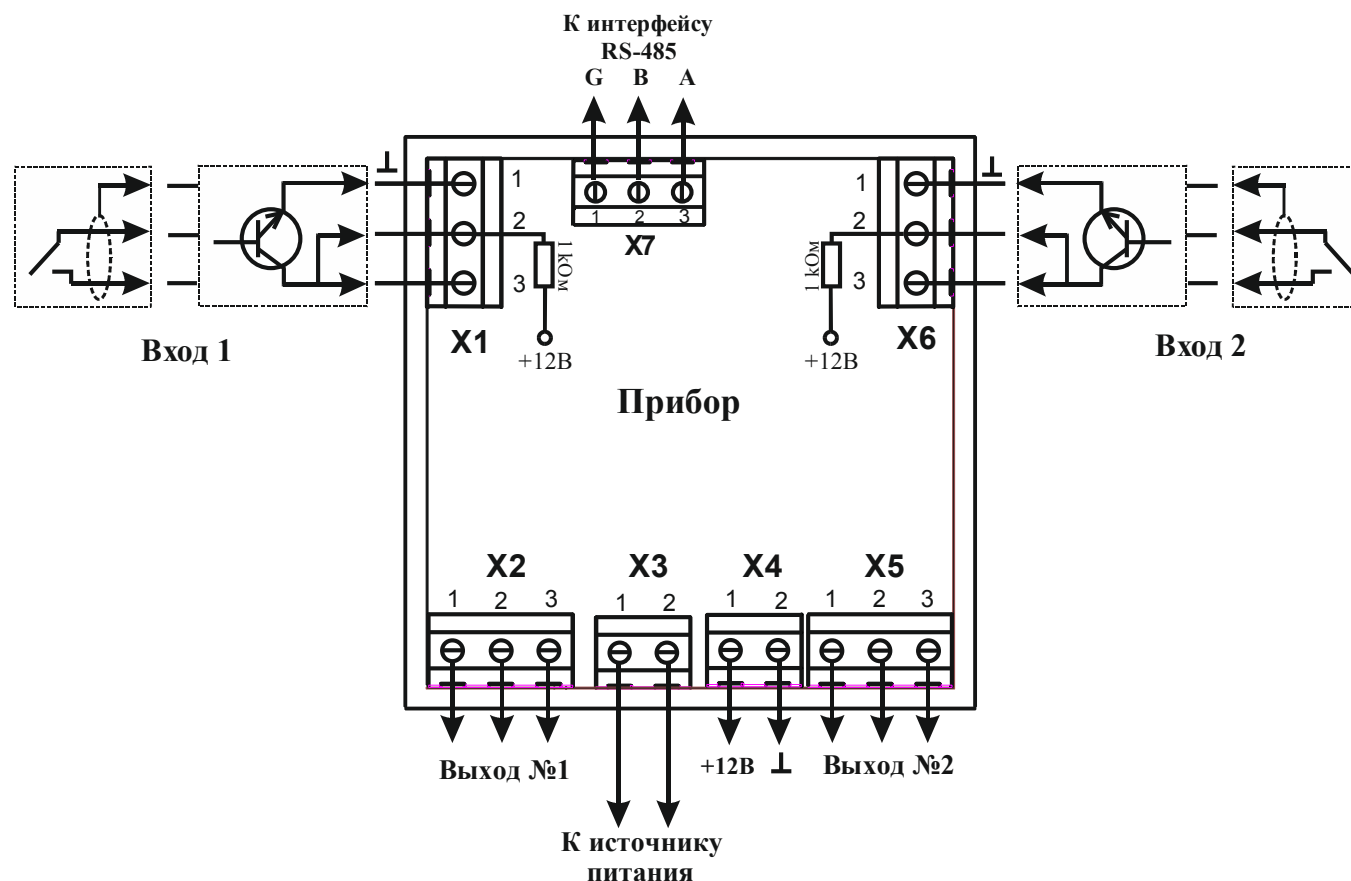

Рисунок 8.1 – Схема подключения входных датчиков, источника питания и исполнительных устройств
8.4 Подключите прибор к источнику питания и исполнительным устройствам (см. рисунок 8.1).